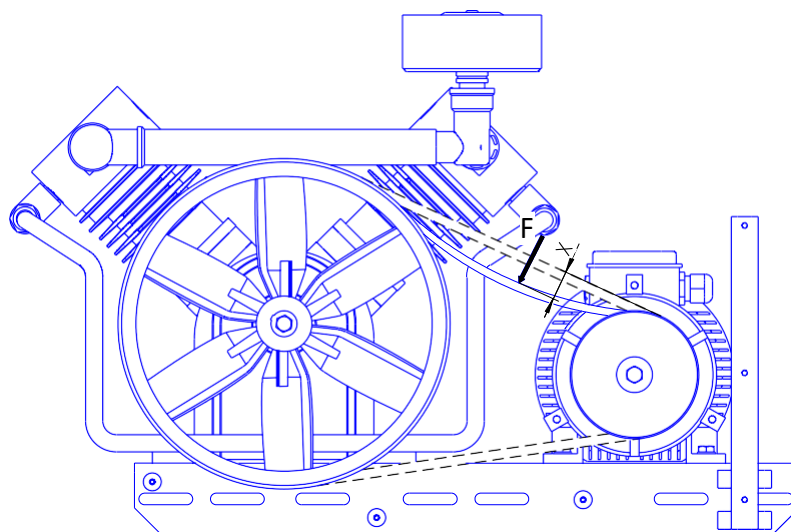

Рисунок 5
Для проверки натяжения ремней выполните следующие действия (смотрите рисунок 5):
- 3 Приложите силу  $F$  с усилием 40...55 Н, перпендикулярно к середине ремня (рисунок 5).